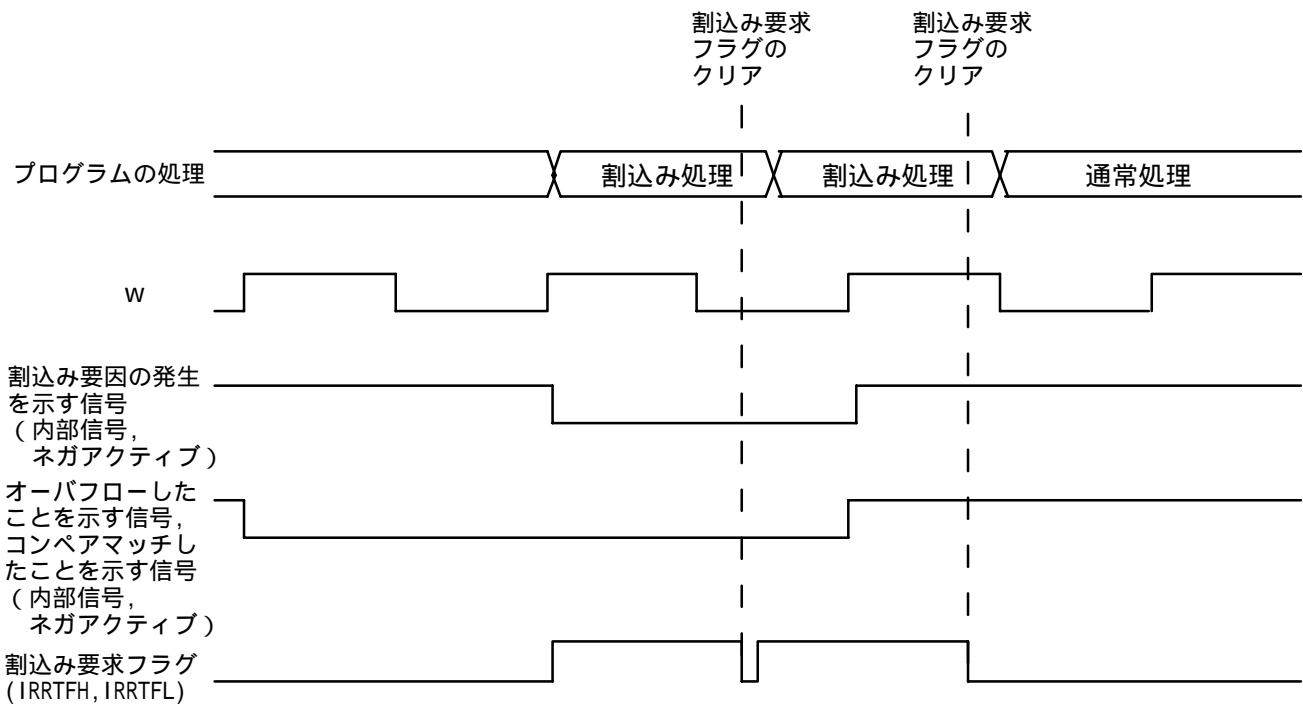

図1 割り込み要因の発生を示す信号が有効な時に割り込み要求フラグのクリアを行った場合
<p>日立シングルチップマイクロコンピュータ H8/3887/47/67/27/47R/27Rシリーズ、 H8/3802シリーズハードウェアマニュアルにおきまして、タイマFの使用上の注意事項 を追加致します。ご理解、ご了承頂きたく、お願い申し上げます。</p> <p style="text-align: center;">- 記 -</p> <p>< 追加内容 ></p> <p>9.4 タイマF --- (H8/3887/47シリーズは、9.4の214ページ。H8/3867/27/27Rシリーズ は、9.4の212ページ。H8/3847Rシリーズは、9.4の216ページ。 H8/3802シリーズは、9.3の189ページ。)</p> <p>9.4.5 使用上の注意事項 --- (H8/3887/47シリーズは、9.4.5の231ページ。 H8/3867/27/27Rシリーズは、9.4.5の229ページ。 H8/3847Rシリーズは、9.4.5の233ページ。H8/3802 シリーズは、9.3.5の205ページ。)</p> <p>(3) タイマFH、タイマFL割込み要求フラグ(IRRTFH、IRRTFL)、タイマオーバフロー フラグH、L(OVFH、OVFL)及びコンペアマッチフラグH、L(CMFH、CMFL)のクリア</p> <p>内部クロックとして $w/4$ を選択した場合、「割込み要因の発生を示す信号」 の制御は w で行われるため、この信号は w の幅出力されます。また、「オーバ フローしたことを示す信号」及び「コンペアマッチしたことを示す信号」の制御は、 w の2周期分の信号で行われるため、これらの信号は w の2周期の幅出力され ます。(図1)</p> <p>アクティブ(高速、中速)モードにおいて、「割込み要因の発生を示す信号」が有効 な間は、割込み要求フラグをクリアしても、すぐにまた割込み要求フラグがセット されます。(図1 -)</p> <p>また、「オーバフローしたことを示す信号」及び「コンペアマッチしたことを示す 信号」が有効な間は、タイマオーバフローフラグ、コンペアマッチフラグをクリア 出来ません。</p>
割り込み要求フラグをクリアしても、すぐにまた割り込み要求フラグがセットされるため、1回のタイマFH、タイマFL割り込みに対し割り込み処理が複数回行なわれることがあります。(図1 -)